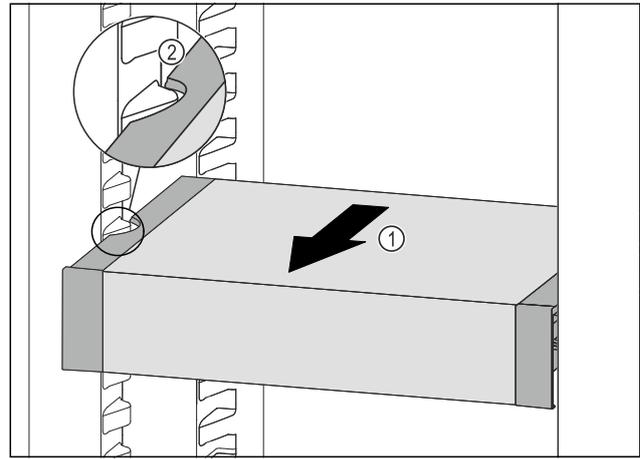

Fig. 108
- ▶ Tirer le VarioSafe vers l'avant Fig. 108 (1) jusqu'à ce que les encoches latérales du VarioSafe se trouvent au niveau de la nervure du bac dans la partie réfrigérateur Fig. 108 (2)